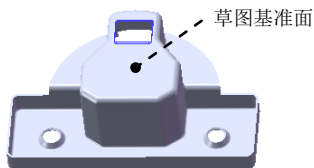

图 16.2.51 切除—拉伸 4
Step10. 创建图 16.2.51 所示的切除—拉伸 4。
(1) 选择命令。选择下拉菜单 **插入(I)** → **切除(C)** → **拉伸(E)...** 命令。
(2) 定义特征的横断面草图。
① 定义草图基准面。选取图 16.2.51 所示的表面作为草图基准面。